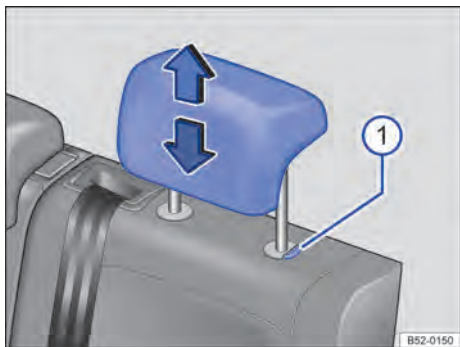

Fig. 68 Apoio para cabeça traseiros: ajustar.
- Deslocar o apoio para cabeça para cima ou para baixo na direção da seta com o botão → Fig. 68 ❶ pressionado → ⚠️ em *Introdução ao tema* na página 85.